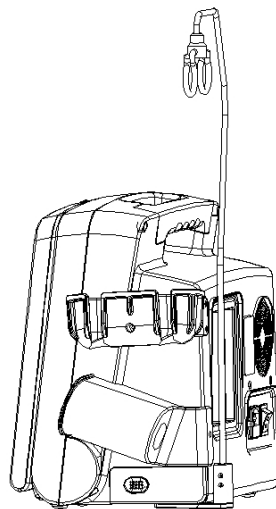

Figure 4-2 Unité Principale avec Support de Câble
4. Tournez avec attention l'unité principale avec un support de câble au statut normal comme montré sur la figure 4-2.